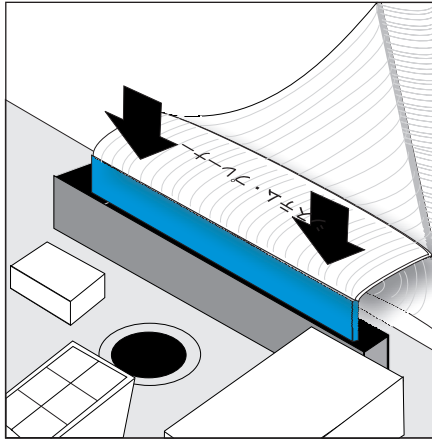

図 55. システム・ボードへのサービス・コントローラー・ケーブルの取り付け
- a. システム・ボード FRU キット内のすべての部品 (システム・ボード、プロセッサ (2)、VRM、ライザー・カード) を使用します。再利用するのは、ステップ 6 (209 ページ) で取り外した 4 つのメモリー・モジュールと、ステップ 4 (209 ページ) で取り外した 2 つのアダプター・アセンブリーのみです。
- e. ケーブルがまっすぐに装着されるように注意して、システム・ボードにリボン・ケーブルの一端 (「システム・プレーナー」のマークが付いている端) を慎重に取り付けます。212 ページの図 55 を参照してください。ケーブル・コネクター各端の青い線が見えないことを確認してください。